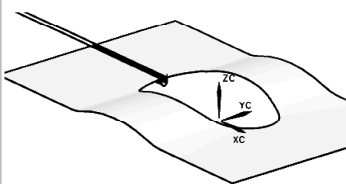

图 8-84 【拉伸】创建分型面
(6) 在图 8-83 所示对话框上部选择分段 1，并选择【拉伸】创建分型面，如图 8-84 所示。单击【取消】按钮，退出该对话框。